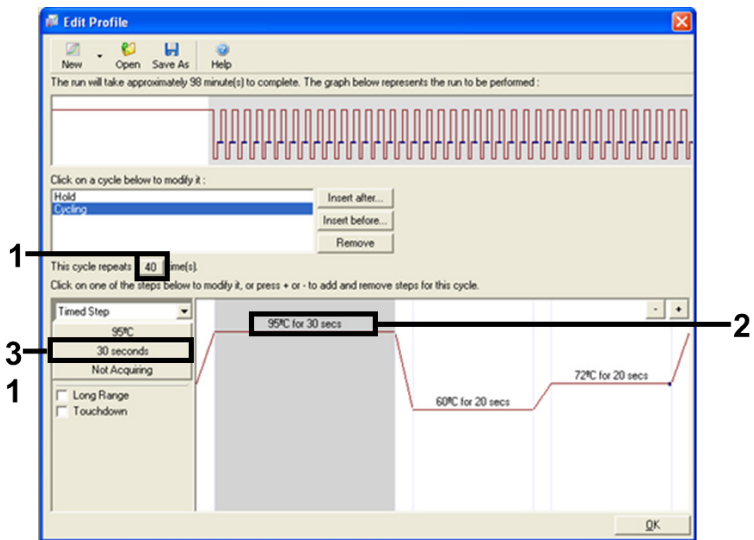

Figura 6. Fase di ciclaggio a 95°C.
- Impostare 40 come numero di ripetizioni del ciclo. Selezionare il primo passaggio e impostare su 95°C for 30 seconds (95°C per 30 secondi) (Figura 6).